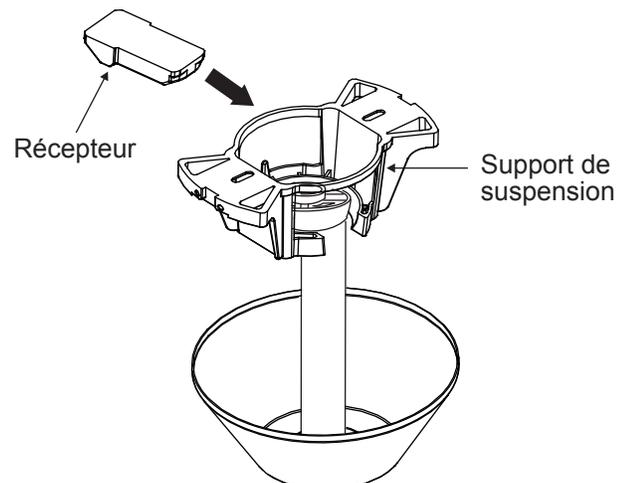

Fig. 13
**Étape 1.** Insérez le récepteur dans le support de montage au plafond avec le côté plat du récepteur faisant face au plafond. (Fig. 13)